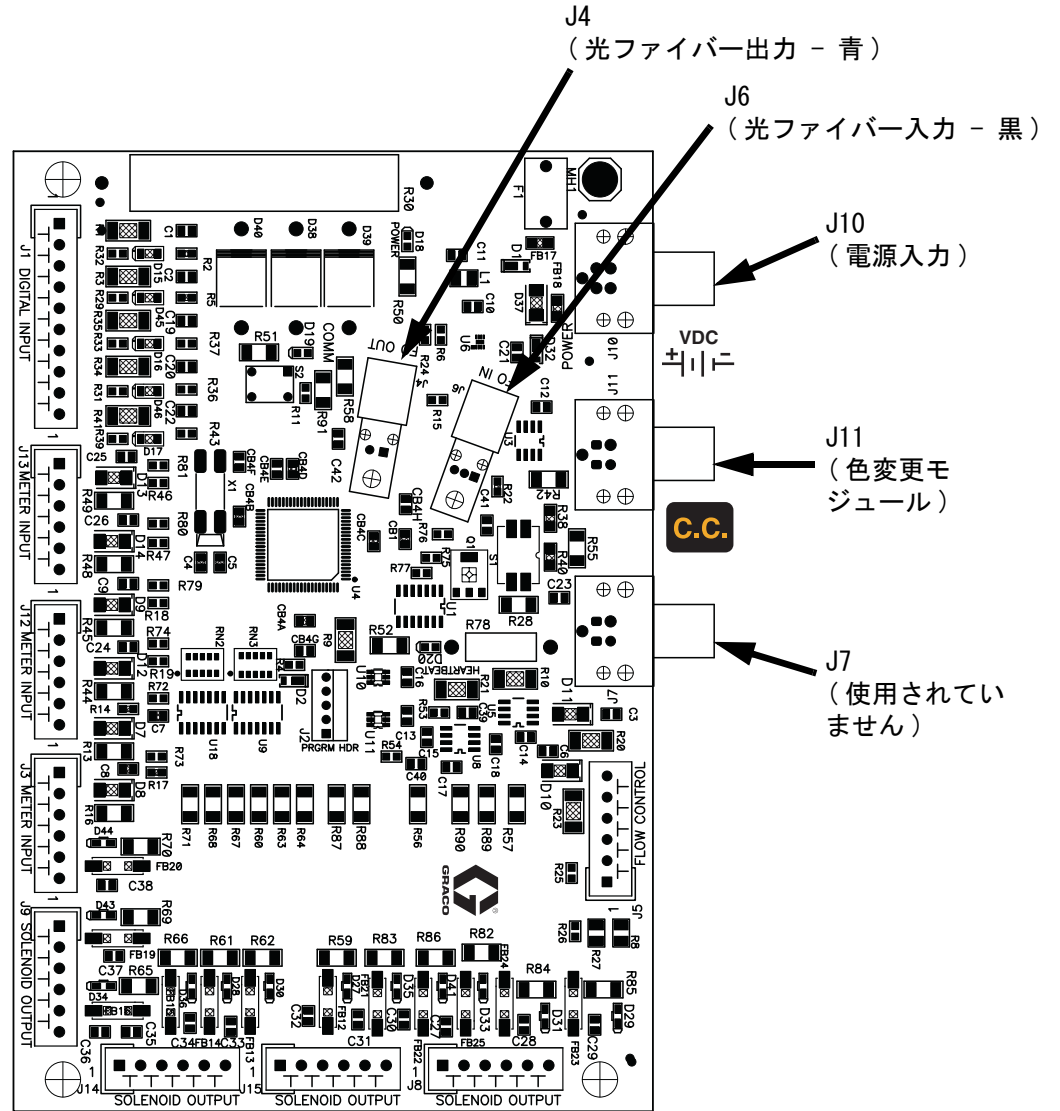

図 11. 流体ステーションボード接続
2. 他のケーブルの末端を、流体ステーション制御コネクタ (J10) に接続します  $\pm VDC$ 。図 11 を参照してください。
5. 青と黒のケーブルコネクタを、色が合致した液体ステーション回路基板のコネクタと接続します。図 11 を参照してください。底部 (約  $\frac{1}{4}$  インチ [6 mm]) に達するまでケーブルコネクタを挿入し、そして通されたケーブルコネクタを締めます。